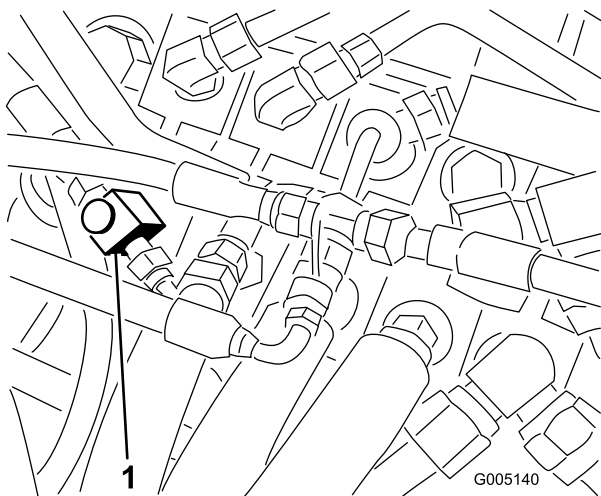

Bild 46
1. Heben Sie den Sitz hoch und machen das auf dem Hauptreguliertventil befindliche Stromventil ausfindig (Bild 46).